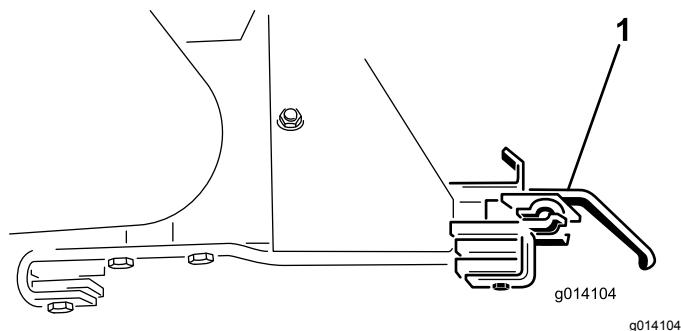

Figure 59
18. Déposez les deux supports de fixation de l'accessoire (Figure 59).